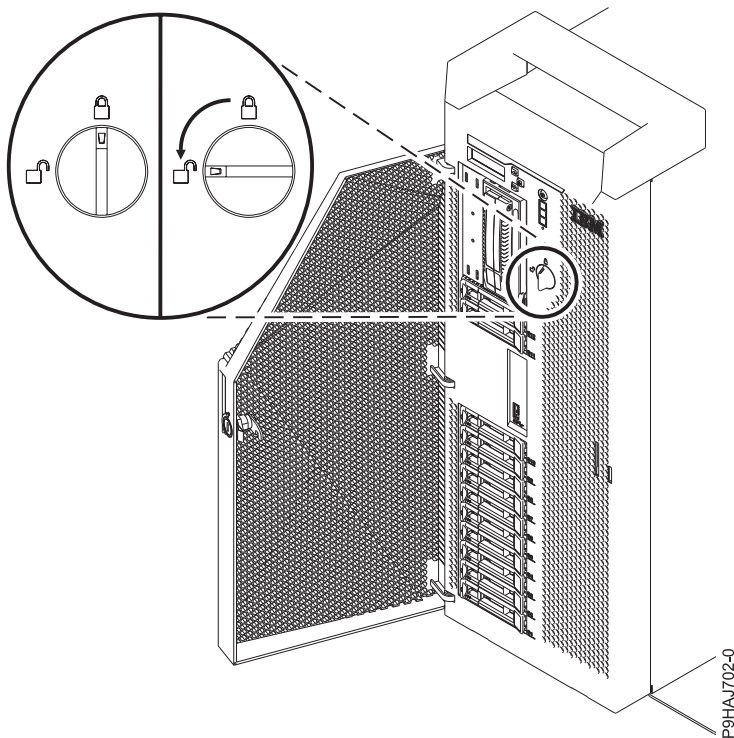

Abbildung 16. Vordere Abdeckungsverriegelung öffnen
3. Drehen Sie die Abdeckungsverriegelung nach links (gegen den Uhrzeigersinn), um die Abdeckung zu entsperren (siehe Abb. 16 auf Seite 36). Vertikal bedeutet, dass die Klappe gesperrt ist; horizontal, dass sie entsperrt ist.